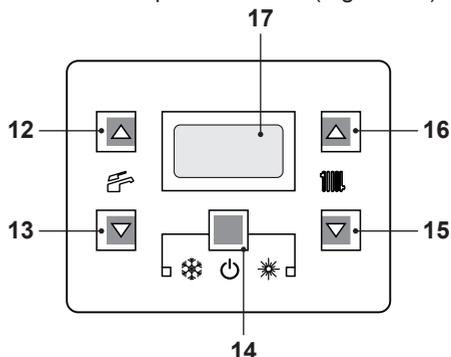
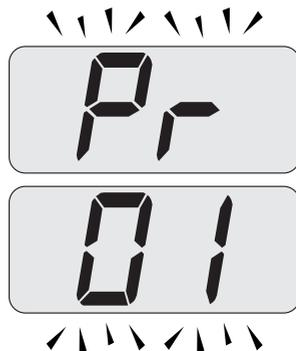
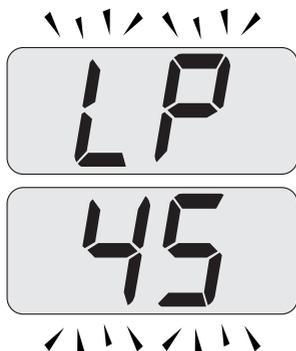

Figura 7.2
Figura 7.3
Figura 7.4
- Entrare in "modalità programmazione" premendo contemporaneamente per 10 secondi i tasti 14 - 15 - 16 (Figura 7.2) fino a far apparire sul display LCD le lettere **Pr** che si alternano con il codice **01**, indicanti l'entrata nel "parametro 01" (Figura 7.3).
- Premere contemporaneamente i tasti 15 e 16 (Figura 7.2) fino a far apparire sul display LCD le lettere **LP** che si alternano con il valore di temperatura dell'acqua di riscaldamento (es. **45**), indicanti l'entrata nell'attivazione della "funzione spazzacamino" alla potenza minima (Figura 7.4).
- Premere il tasto 15 (Figura 7.2) fino a far apparire sul display LCD le lettere **LP** che si alternano con il valore di temperatura dell'acqua di riscaldamento (es.**60**), indicanti l'entrata nell'attivazione della "funzione spazzacamino" alla potenza minima
- Spegner la caldaia tenendo premuto per 2 secondi il tasto 14 (Figura 7.2) fino a far apparire sul display LCD il simbolo  (Figura 7.8).